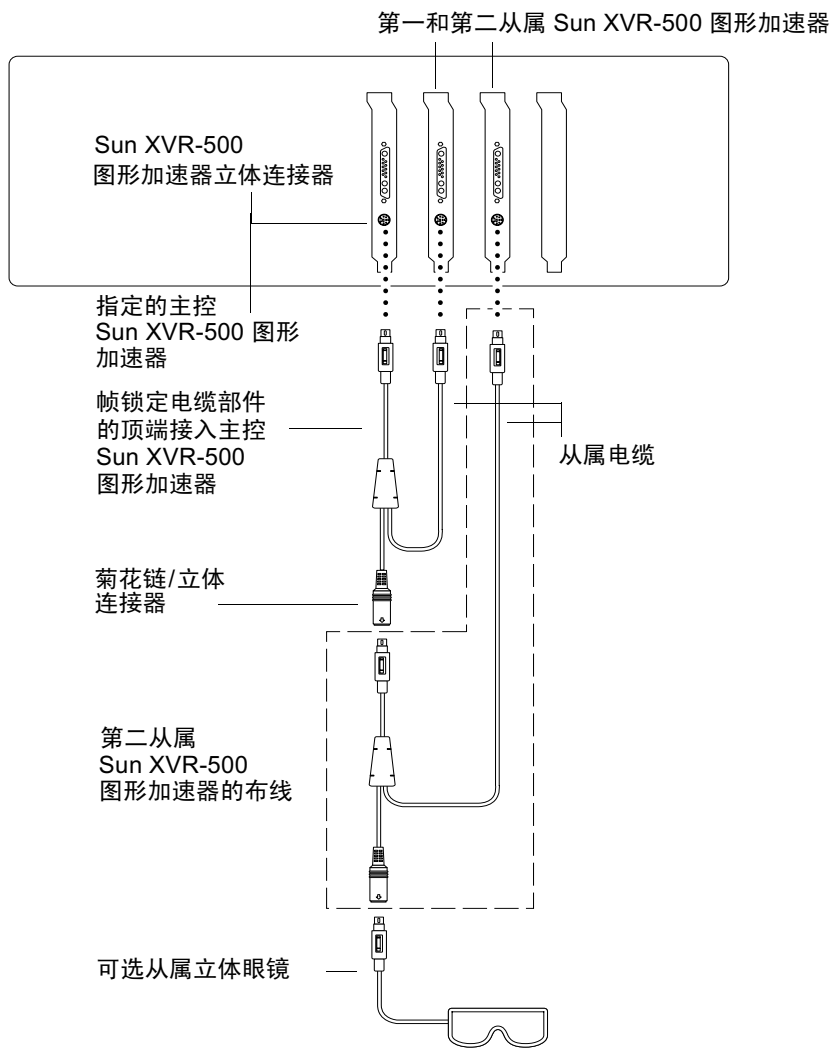

图 4-3 Sun XVR-500 图形加速器和帧锁定电缆部件
3. 将第二个从属 Sun XVR-500 图形加速器（如果适用）或立体眼镜连接到菊花链/立体连接器（图 4-3）。